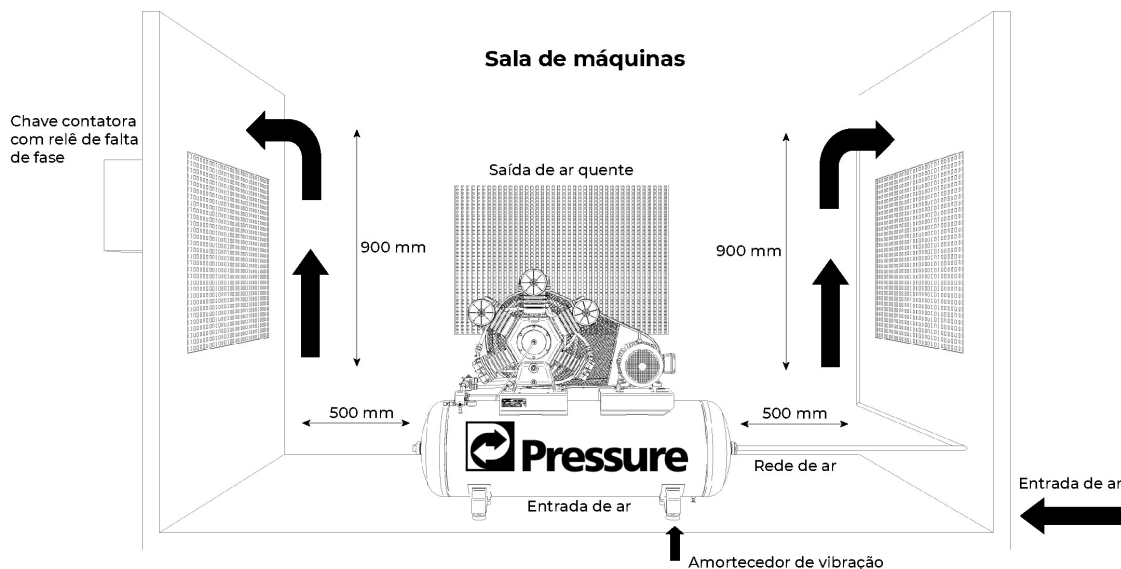

Figura 02 - Instalação
- El compresor debe ser instalado sobre un piso sólido (base de concreto) como se muestra en la figura 02, y horizontal para que soporte adecuadamente el peso del equipo más el peso del líquido (agua) cuando se realice la prueba hidrostática.
- El depósito de aire NO puede ser clavado rígidamente en el suelo, debe obligatoriamente ser instalado con amortiguadores de vibración (cuando el modelo no está incluido) entre el pie del depósito y la base de hormigón, según (figura 02). Estos deben ser adecuados para el peso y la vibración del producto.
- Respetar las distancias mínimas de instalación (figura 02) para garantizar una buena ventilación durante el funcionamiento y facilitar el acceso para el mantenimiento y la inspección del producto.
- en una sala de máquinas preferentemente (figura 02), el lugar debe estar cubierto, con buena ventilación, libre de polvo, humedad, productos químicos o cualquier otro tipo de contaminación. Cuando no sea posible, instale una tubería de aspiración externa para que el aire de aspiración esté lo más limpio posible para una larga vida útil del compresor.